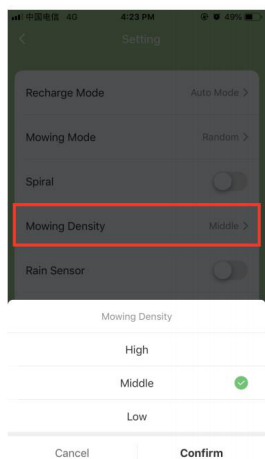

Fig. 17
- Sensibilità di taglio: scegliere tra alta, media o bassa e confermare (Fig. 17)